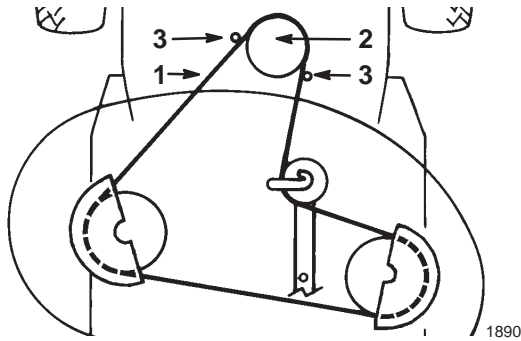

Bild 41
23. Nehmen Sie den Mähwerkriemen von der unteren Motorscheibe ab (Bild 41).
8. Montieren Sie den Mähwerkriemen an der unteren Motorriemenscheibe (Bild 41).